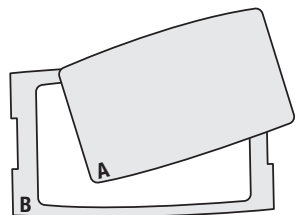

Fig. 7a
1. Retirer le support central (A) du joint d'étanchéité périphérique de filtre (B) et le mettre au rebut (Fig. 7a).